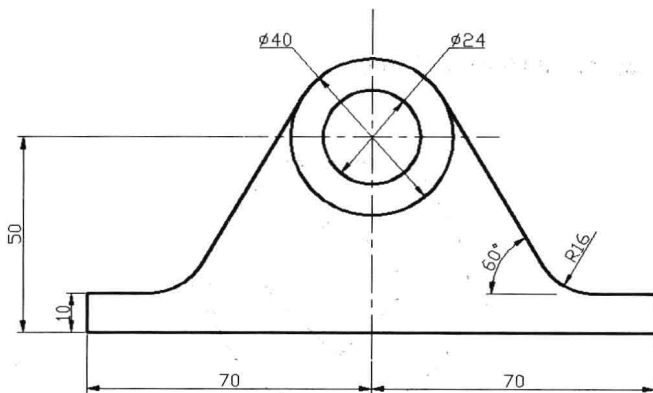

图 4-6-6
(6) 在“修改”面板中单击“镜像”按钮 。选择要镜像的直线和圆角线，按 Enter 键，捕捉并单击圆心和下面的直线端点，按 Enter 键，创建左右对称图形，如图 4-6-6 所示。